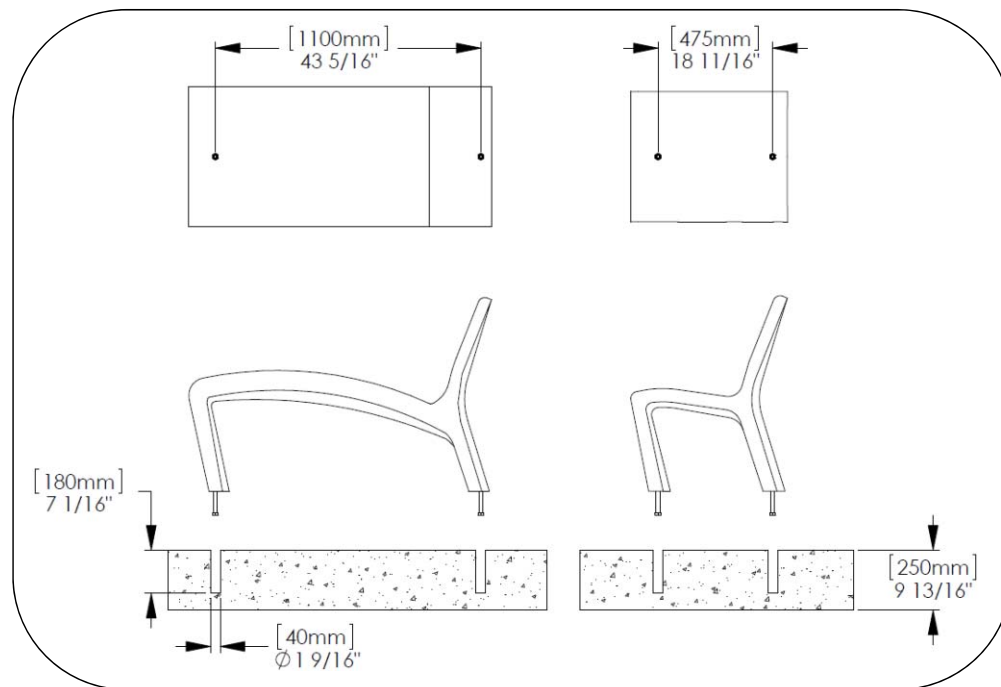

Fig. 2 – Détail de l'élévation latérale de la semelle
2. Percer les trous conformément à la Fig. 2.